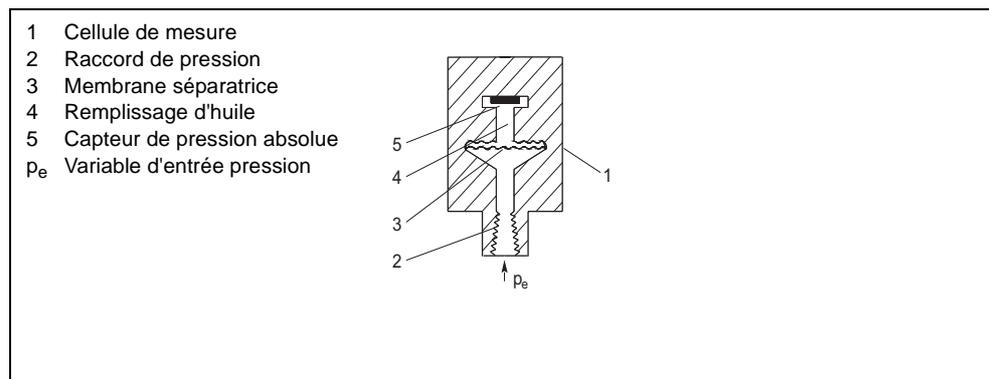

Figure 10 Cellule de mesure pour pression absolue de la série Pression, schéma de principe
La pression est transmise par la membrane séparatrice (3, Figure 10) et le liquide de remplissage (4) au capteur de pression absolue (5) dont la membrane de mesure se déforme. Quatre résistances piézoélectriques montées en pont, incorporées à la membrane de mesure, voient leur valeur résistive changer. Le changement de la résistance produit une tension de sortie du pont proportionnelle à la pression d'entrée.